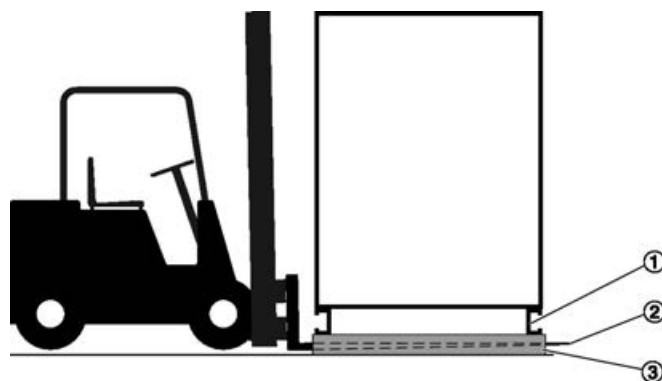

Fig. 6: Transporte de carga con una carretilla elevadora
1. ▶ Conduzca la carretilla elevadora hacia delante hasta que las horquillas (Fig. 6 /3) estén completamente entre las secciones del palet (Fig. 6 /2) y sobresalgan por debajo del zócalo (Fig. 6 /1) del lado opuesto.